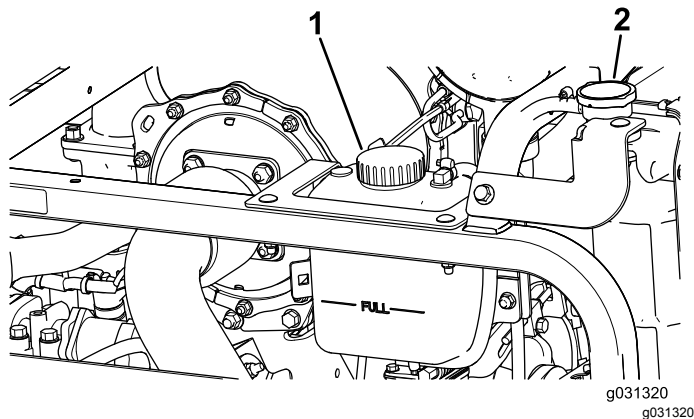

Figura 113
1. Retire cuidadosamente a tampa do radiador e a tampa do depósito de expansão (Figura 113).
2. Verifique o nível do líquido de refrigeração do radiador (Figura 113).